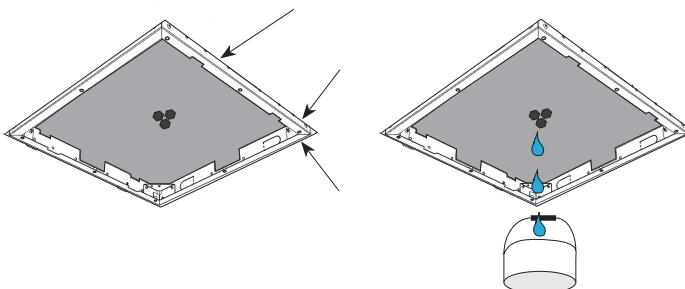

FIG.5
- IT** Un corretto posizionamento del telaio di sostegno prevede le uscite dell'acqua in posizione centrale e l'allineamento del bordo inferiore del telaio con la superficie esterna del soffitto. Prima di fissare il telaio assicurarsi che quest'ultimo sia correttamente allineato al soffitto (Fig.4). Sigillare gli eventuali spazi presenti tra il telaio ed il soffitto (Fig.5). Assicurarsi di svuotare e pulire l'impianto idrico prima di collegare il corpo doccione (Fig.5).
- EN** For a correct placement of frame must be at the center of the frame, and the lower edge of the frame must be aligned with the external surface of the ceiling. Before fixing the frame, make sure that it is aligned with the ceiling (Fig.4). Seal the spaces between frame and ceiling (Fig.5). Before connecting the showerhead, make sure that the water system be empty and clean (Fig.5).